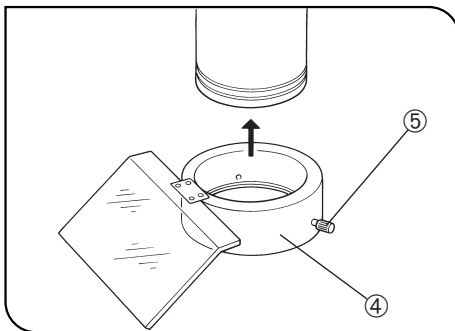

Abb. 18
- ⊙ Falls Reflexionen der Objektoberfläche die Mikroskopie erschweren, kann die als Zubehör erhältliche Abschirmplatte gegen Überstrahlung SZX-CCV ④ an der Fortsetzung des Objektivs angebracht werden. Anschließend die beiden Feststellschrauben ⑤ festziehen (Abb. 18).